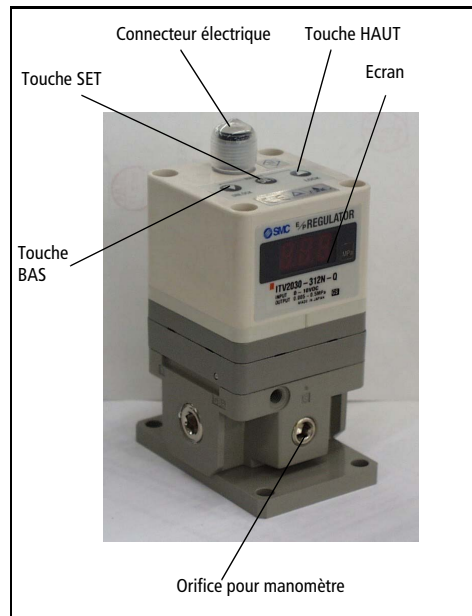

Fig 1
- Pour régler la pression mini (L'écran affiche F-1), utilisez les touches Haut/Bas (Fig 1). Pressez la touche SET (Fig 1) pour valider le réglage.
- Pour régler la pression maxi (L'écran affiche F-2), utilisez les touches Haut/Bas (Fig 1). Pressez la touche SET (Fig 1) pour valider le réglage.
- Pour régler la sortie 1 (L'écran affiche P 1), utilisez les touches Haut/Bas (Fig 1). Pressez la touche SET (Fig 1) pour valider le réglage.
- Pour régler la sortie 2 (L'écran affiche P-2), utilisez les touches Haut/Bas (Fig 1). Pressez la touche SET (Fig 1) pour valider le réglage.
Les touches sont bloquées après avoir connecté la source de courant, et ne peuvent pas être utilisées. L'écran affiche 'Loc' (Fig 1) en pressant les touches.
- 1) Pressez 'Bas' (Fig 1) durant plus de 2 secondes.
- 3) Pressez la touche 'set' (Fig 1) pour débloquent les touches.
Note: Pour annuler, pressez la touche 'Haut' (Fig 1).
- 1) Pressez 'Haut' (Fig 1) durant plus de 2 secondes.
- 3) Pressez la touche 'Set' (Fig 1) pour bloquer les touches.
Note: Pour annuler, pressez la touche 'Bas' (Fig 1).
Si une anomalie est détectée par l'ITV2000, l'écran (Fig 1) affiche 'Er' + un numéro de code. Isoler l'alimentation, résolvez le problème et remettez sous tension.
Pressez les touches Bas et Haut (Fig 1) ensemble durant plus de 3 secondes. L'écran affiche 'RES'. Débloquez les touches pour remettre les pressions mini, maxi et les sorties P1 et P2 aux conditions initiales.